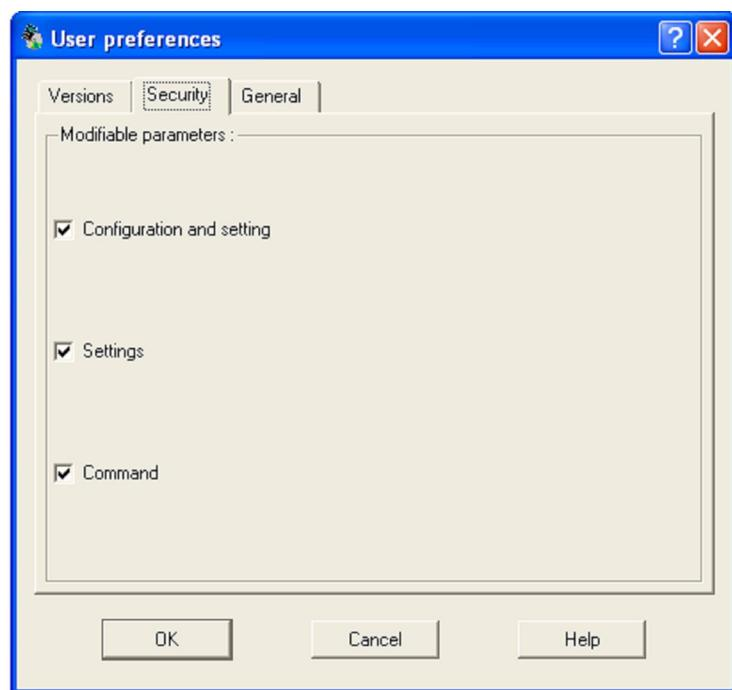

Рис. 1.7 Окно *User preferences*
Изменить папку для сохраняемых файлов можно в диалоговом окне *User preferences* (рис. 1.7, вкладка *General*, поле *User directory*). Окно вызывается командой меню *Tools\Preferences...*. В том же окне во вкладке *Security* выбираются категории параметров, которые впоследствии могут быть изменены при вызове файлов конфигурации для редактирования.
- в виде файла конфигурации (в папке *User* или другой, заранее заданной в окне *User preferences*, см. рис. 1.7) по команде *File\Save as...* (первое сохранение) и *File\Save* (последующие);